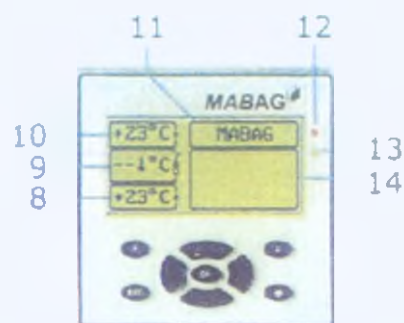

Рисунок 6. Показания дисплея при включении без эмулятора
- Дисплей контроллера [2] начинает светиться. Как только дисплей начнет отображать информацию (см. рисунок 6) устройство готово к эксплуатации:
- В левой части дисплея отображаются: температура верхней морозильной плиты [13], датчика-эмулятора [12], и температура нижней морозильной плиты [11]. Если к разъему [3] не подключен датчик-эмулятор (см. рис. 6), в соответствующем поле отображается стрелка, которая означает, что фактическое значение температуры превышает отображаемый диапазон.